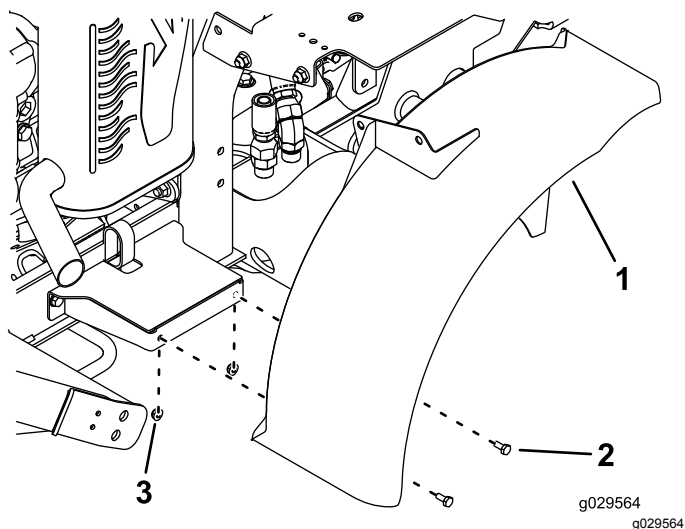

図 37
14. 右フェンダの側部をフェンダのマウントに仮止めするボルト 1/4 x 5/8" 2本とナット 1/4" 2個を使用する 図 37。
15. フェンダ上部にブラケットを仮止めするボルト $\frac{3}{8} \times \frac{3}{4}$ " 2本とナット $\frac{3}{8}$ " 2個を使用する 図 37。